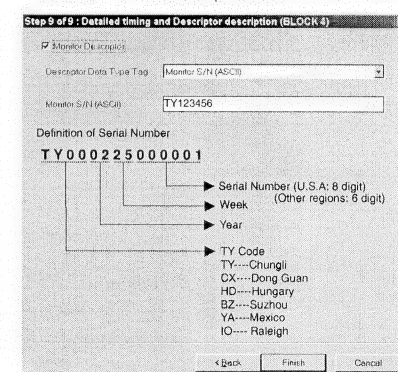

Fig. 22
8. Click **Next** , bring up Fig. 22.